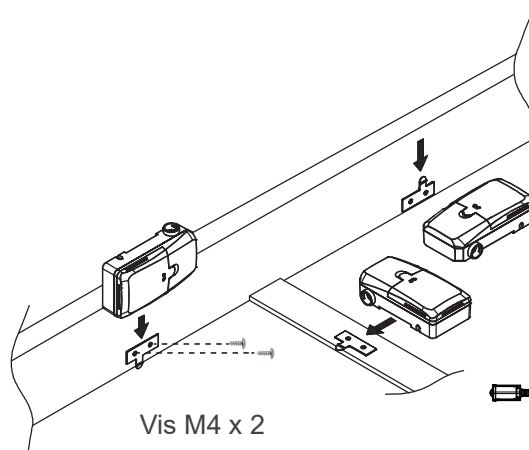

Fig.1
1. Plusieurs sens d'installation possibles (Fig.1)
2. Selon l'utilisation, fixez d'abord la platine de montage à la position appropriée du cadre du lit avec des vis M4 (Fig.1)
3. Alignez la platine de montage avec les encoches (1~3) au dos du boîtier de contrôle et insérez-la. (Fig. 1, 2)